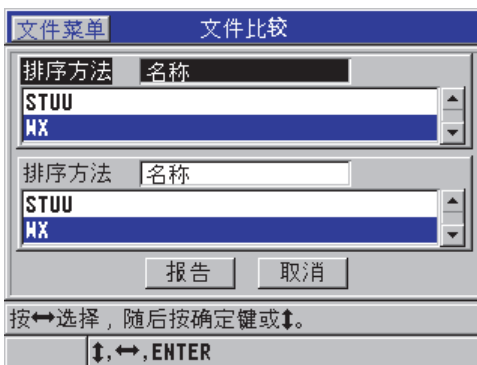

图 6-42 文件比较报告屏幕
5. 在**文件比较**屏幕中 (参见第 125 页的图 6-42):